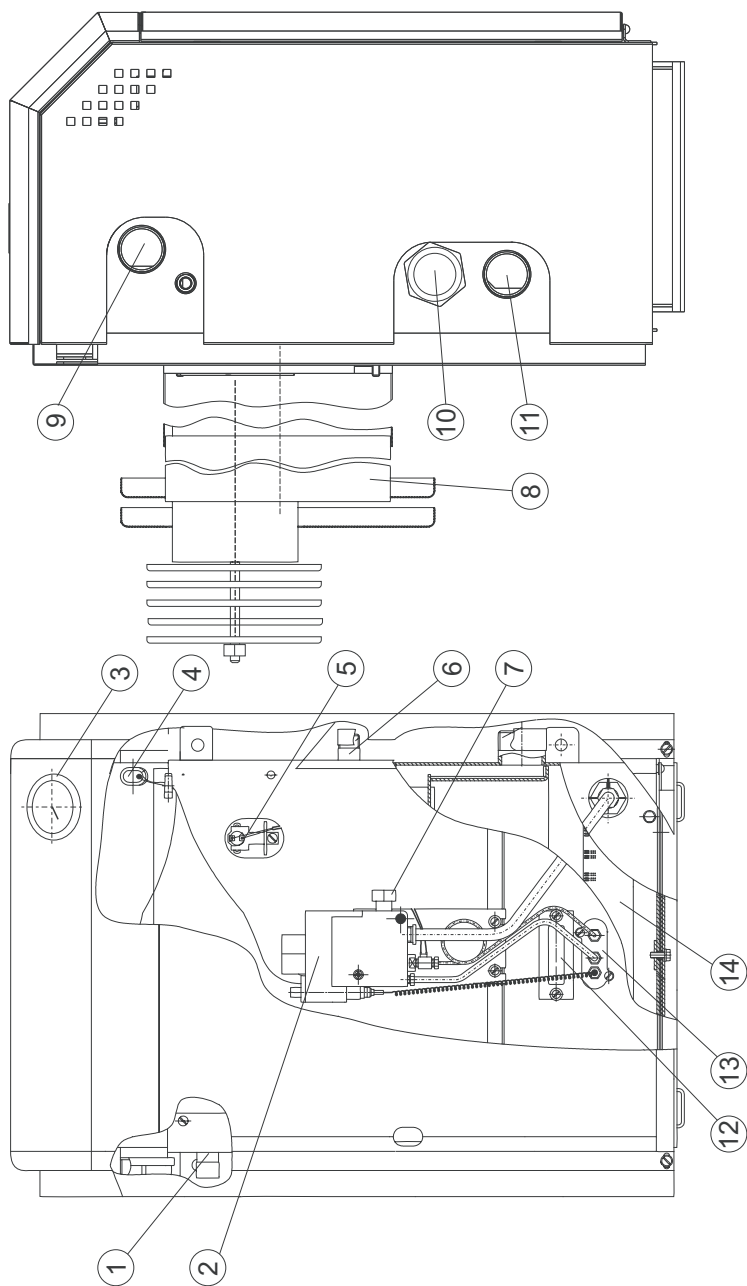

Рис. 1. Будова апарата
5.1. В конструкції апаратів потужністю 7-12,5 кВт передбачено місце для установки електричних нагрівальних елементів (ТЕНів) (рис.1, поз. 10) з характеристиками, зазначеними в таблиці:
Для установки ТЕНа необхідно злити воду з апарата (системи опалення), відкрити заглушку (рис.1 поз. 10) і встановити на її місце ТЕН з характеристиками, що відповідають таблиці 2. Залити воду в апарат (систему опалення). Перед запуском апарата перевірити герметичність установки ТЕНа.
Перед введенням апарата в експлуатацію необхідно залити 10-15 мл машинної оливи в стаканчик корпусу апарата (поз. 3, рис. 1)!